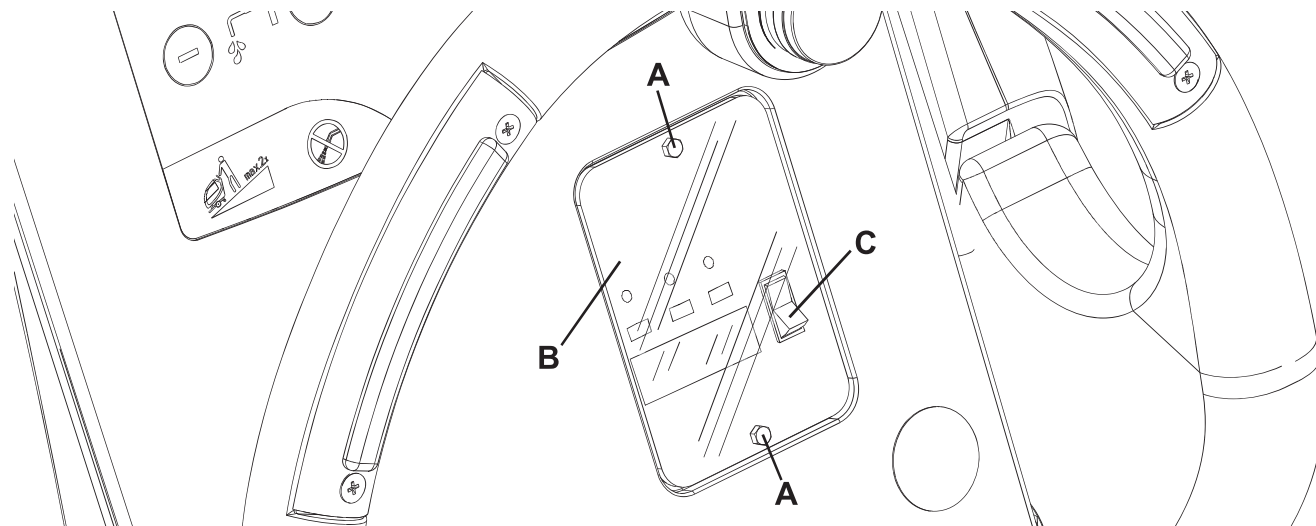

Abbildung 1
7. Die Schrauben (A, Abb. 1) des Ladegerätsichtfensters entfernen.
8. Sichtfenster (B) entfernen.
9. Den Wählschalter (C) auf WET für Bleibatterien oder auf GEL für Gelbatterien stellen.
10. Sichtfenster (B) installieren und Schrauben (A) anziehen.